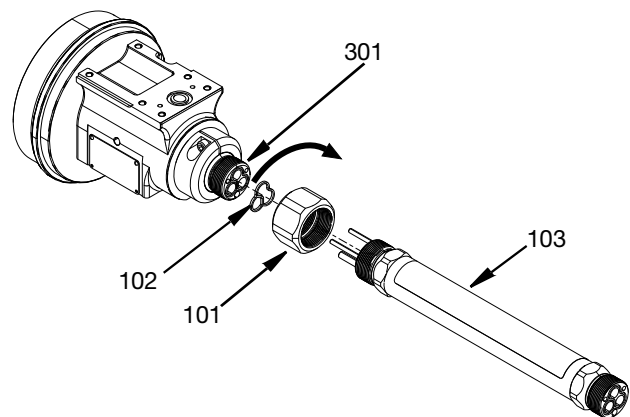

ABB. 28
1. Eine dünne Schicht Lithiumfett auf die Adapterdichtung (102) auftragen und in das Ende des Mittelgehäuses (301) einbauen.
2. Schmiermittel auf die Gewinde des Mittelgehäuses (301) und der langen Rohrbaugruppe (503) auftragen.
3. Setzen Sie die Spanschrauben-Sicherungsmutter (101) auf das Gewindeende des Mittelgehäuses (301), aber schrauben Sie sie nicht auf.
4. Richten Sie die Stifte am Ende der langen Rohrbaugruppe (103) aus und setzen Sie sie in das Mittelgehäuse (301) ein. Drehen Sie die Spanschraubenmutter im Uhrzeigersinn, so dass die Gewinde der langen Rohrbaugruppe (103) und des Mittelgehäuses gleichzeitig ineinander greifen. Mutter mit 101,69 N•m (75 ft-lbs) festziehen. Siehe ABB. 28.